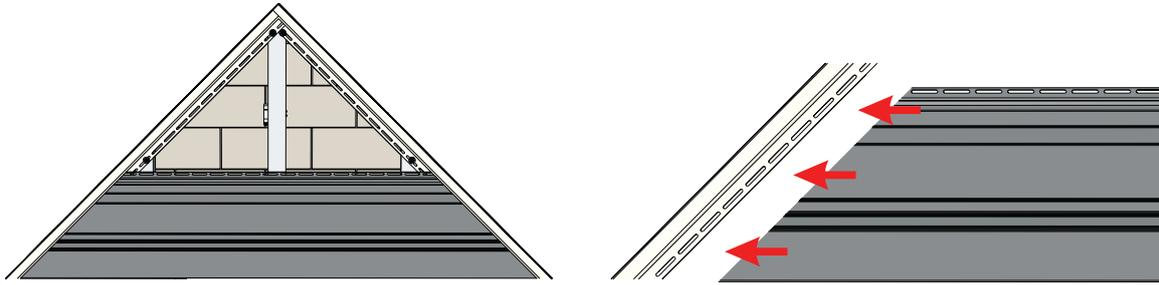

Рисунок 80
- 17.4** Под фронтоным свесом монтируется J-профиль. Сайдинг подрезается под нужным углом, вставляется в J-профиль и монтируется с соблюдением общих правил монтажа. (рис. 80).